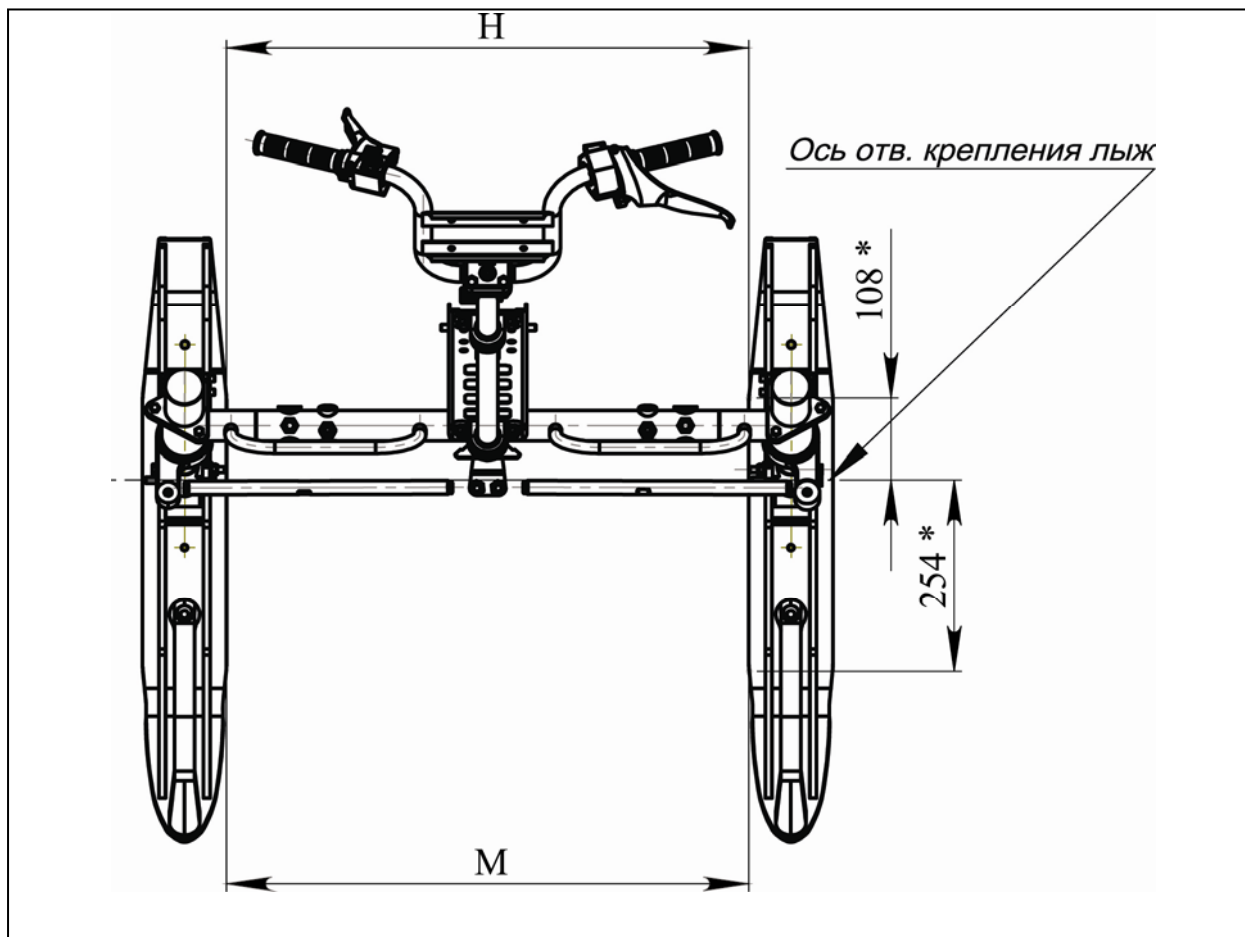

Рисунок 15 – Регулировка схождения лыж
- вращением рулевых тяг добейтесь, чтобы при положении лыж "прямо-вперед" расстояние М (рисунок 15) между передними концами лыж и расстояние В между задними концами лыж было одинаковым ($M-N=0$ мм);